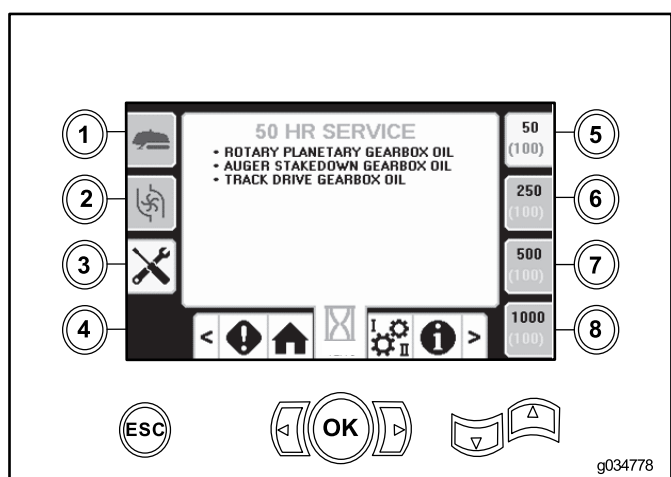

Рисунок 44
- Кнопка 5 – 50 часов (Рисунок 44)